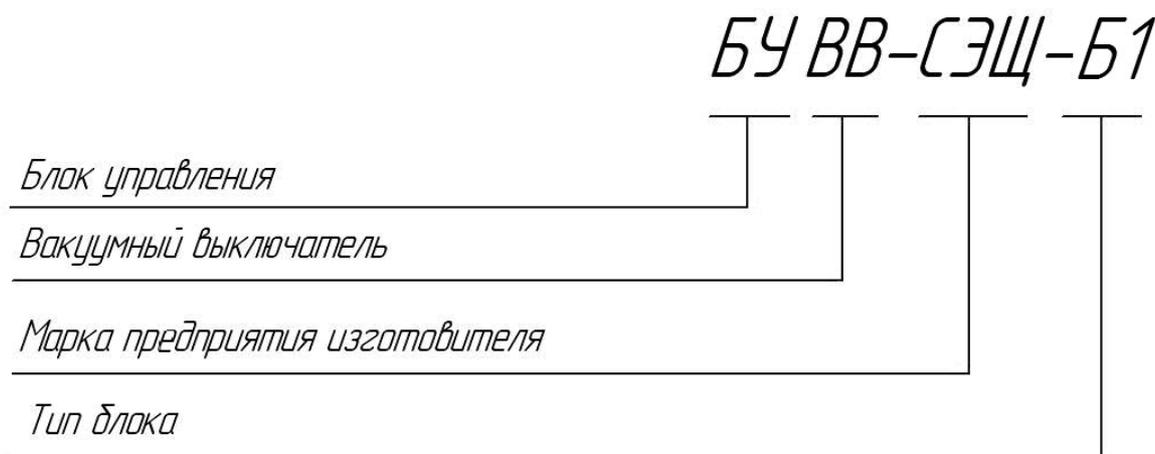

Рис. 1
1.1.5 Условное обозначение БУ приведено на рис. 1